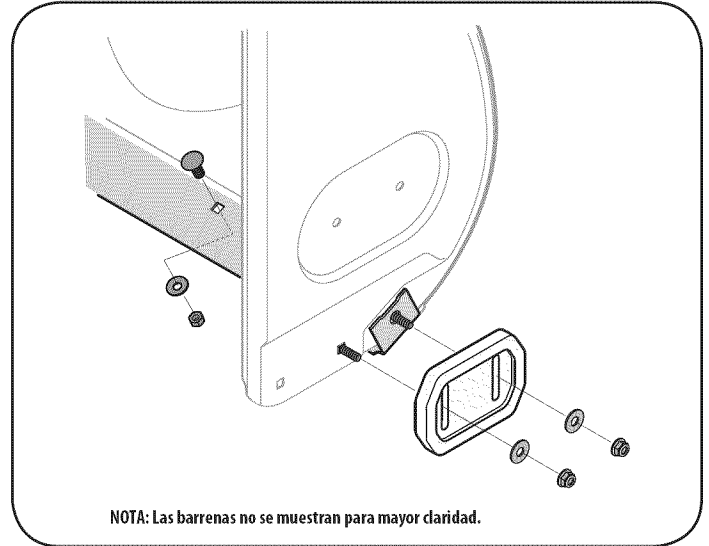

Figura 24
2. Monte las nuevas zapatas antideslizantes con cuatro pernos de carro (dos en cada lado), arandelas, y las tuercas de brida hexagonales. Consulte la figura 24.
2. Monte la placa de raspado nueva, asegurándose de que las cabezas de los pernos de carro se encuentren del lado interior de la caja. Ajuste bien. Vea la figura 24.